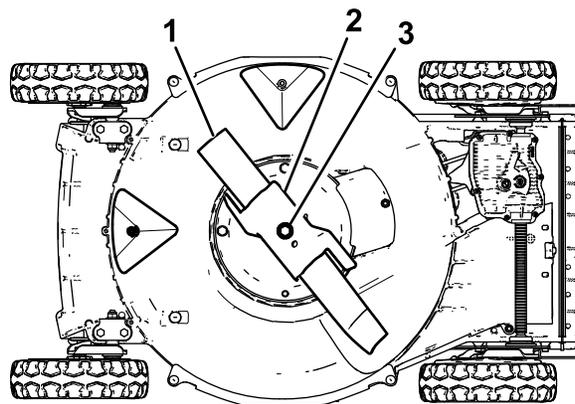

Figura 20
4. Vuelque la máquina hacia su lado **derecho** (limpiador de aire hacia arriba), según se muestra en Figura 20.